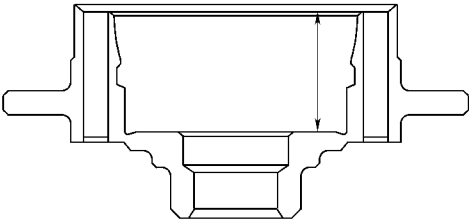

图 14-171 在差速器壳选择调整垫片
(3) 左差速器壳调整垫片的选择如图 14-171 所示，其方法同上。